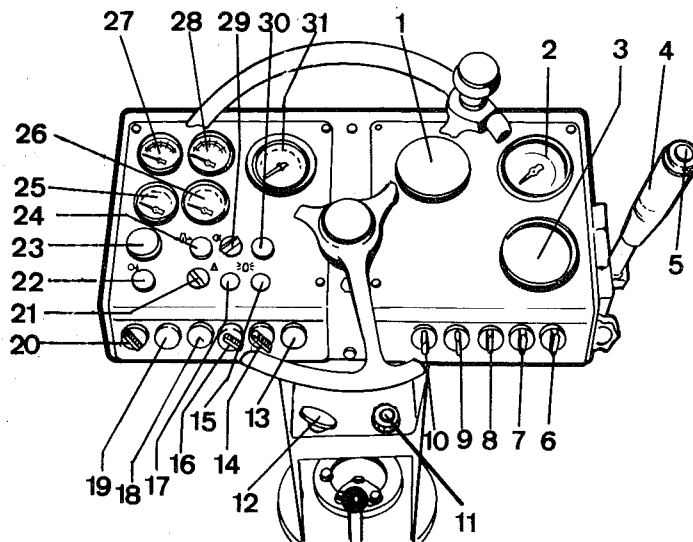

Fig 11 Instrumentpanel
- 2 Slå ifrån bromsen (21), fig 11.
- 4 Vid körning på asfalt, slå på bevattningsanläggningen (9).
- 5 För fram/backspaken (4) försiktigt framåt eller bakåt beroende på önskad körriktning.